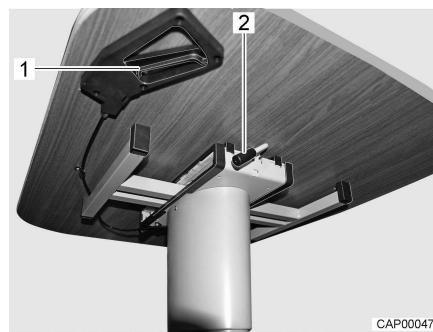

Fig. 41 Spostamento del tavolo rialzabile
- Ruotare verso il basso la leva (Fig. 41,2), fino a quando si trova in posizione verticale verso il basso.
- Ruotare verso l'alto la leva (Fig. 41,2), fino a fissare il piano del tavolo.
- Tirare la levetta di bloccaggio (Fig. 41, 1).
- Rilasciare la levetta di bloccaggio (Fig. 41,1). Il piano del tavolo rimane nella posizione impostata.